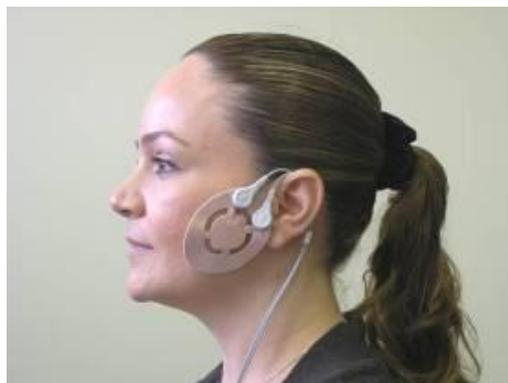

Abb. 2
3. Platzieren und heften Sie den Gesichts-Patch so an, dass er an einem hervorstehenden Knochen im schmerzenden Bereich anstößt; beispielsweise der Jochbogen (Wangenknochen) bei V2-Schmerz, oder die Mandibula (Unterkiefer) bei V3-Schmerz (siehe Abb. 2). In Fällen wo die Anwendung des Patch aufgrund lokaler Sensibilität schmerzhaft ist, sollte der Patch auf die Stirn an der nicht schmerzenden Seite aufgebracht werden.